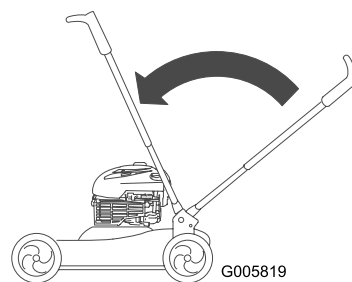

Figura 49
3. Sollevare la stegola in posizione verticale (Figura 49).